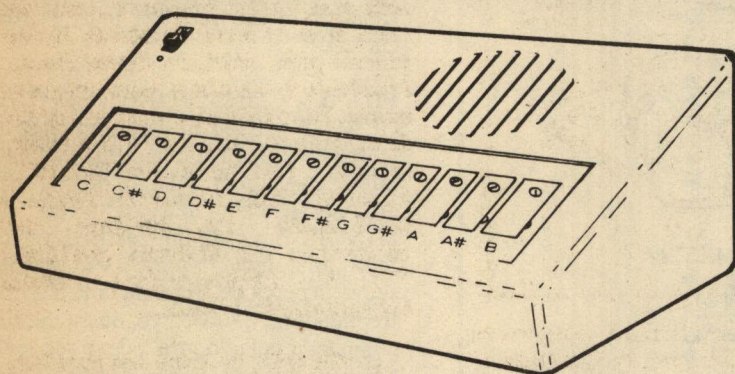

Fig. 6
- FIG. 6 - O ACABAMENTO DO MINOR - São muitas as possibilidades práticas e "estéticas" para o acabamento ou "encaixamento" do circuito. De qualquer forma, a presença intrínseca do "teclado" obriga ao uso de um container longo e baixo, com medidas mínimas em torno de 20,0 x 12,0 x 3,0 cm. Se o painel principal da caixa for em leve "rampa", conforme sugere a ilustração, mais elegante e funcional ficará o conjunto... Pés de borracha darão estabilidade ao MINOR, de modo que o conjunto não "deslize" sob a pressão dos dedos do "músico" sobre as teclas... Quanto a estas, parece-nos prático dotar o dito painel principal de uma espécie de "janela", longa e estreita (cerca de 18,5 x 4,0 cm.) através da qual sobressairão as teclas... Alguns inevitáveis "truques" mecânicos podem tornar-se necessários, auxiliados pelo formato em "rampa" do container (que assim "dá espaço" para a acomodação dos componentes do mini-circuito inserido na mesma placa, "acima" do "teclado"...). Uma outra solução para "dar espaço" distanciar um pouco as teclas da superfície da placa, simplesmente usando parafusos mais longos, dotados de 3 porcas (na fi-